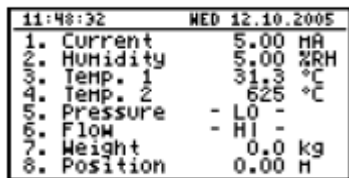

Fig. 6.7. Modo "Lista de Canales" (valores)
-Modo "lista de canales" (Fig. 6.7, 6.8) permite visualizar los resultados de medida para todos los canales de medida activos de forma numérica o en forma de gráfico (barra).